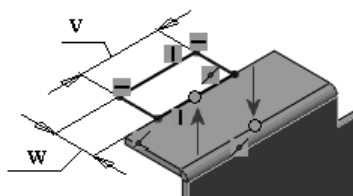

Рисунок 3.13
3. Нанесіть розміри на чотирикутник так, щоб бічні грані знаходилися на відстані w (табл. 3.1) від ребра–крайки і були v мм у довжину (рис. 3.13).